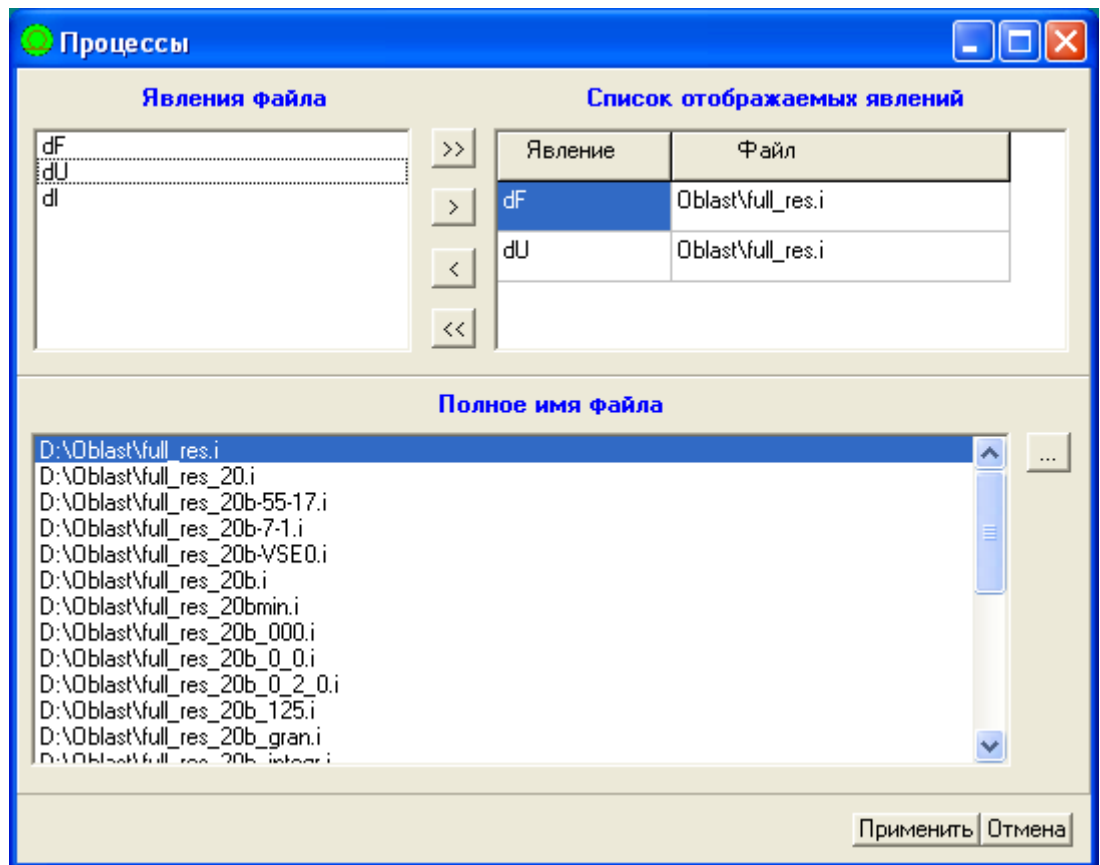

Рис.5.2.
При выборе любой строки подменю за исключением последней на экране появится форма для ввода задания на формирование графика рис.5.2.
- После нажатия клавиши *Применить* выводится график. Если таблица *Список отображаемых явлений* не заполнена, нажатие игнорируется. Для выхода из графика нажимают клавишу X в правом верхнем углу графика. После закрытия последнего графика автоматически открывается форма рис.5.2. Для окончания просмотра используют клавишу *Отмена*.
- 6.1. Директива главного меню *Таблицы* имеет субменю аналогичное субменю директивы *Графики*. Назначение директивы – представить содержимое файлов в виде таблиц. Выбор файлов и формирование списка отображаемых явлений производится с помощью формы, аналогичной рис.5.2. Единственное отличие состоит в том, что в одну таблицу нельзя включать явления разных файлов. Таблица содержит явления одного файла. В заголовке таблицы – имена выводимых явлений и